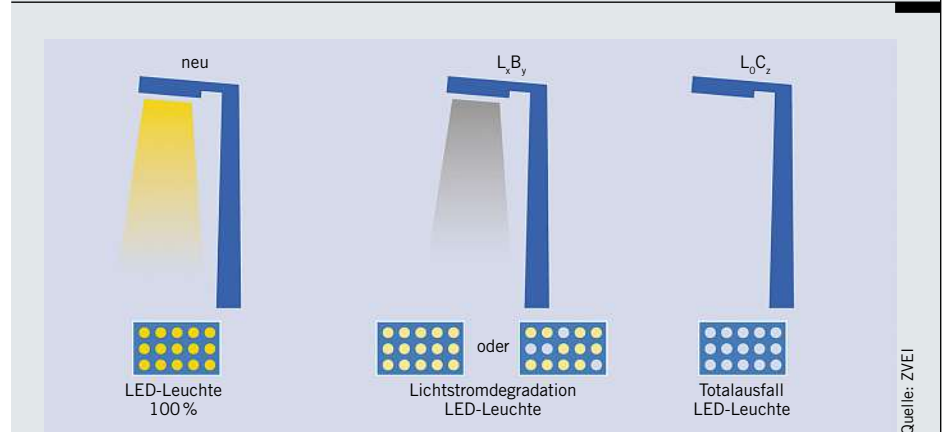

Bild 3: Neuzustand, Degradation und Totalausfall einer LED-Leuchte
- üblicherweise einer Mischform aus beiden (**Bild 3**).